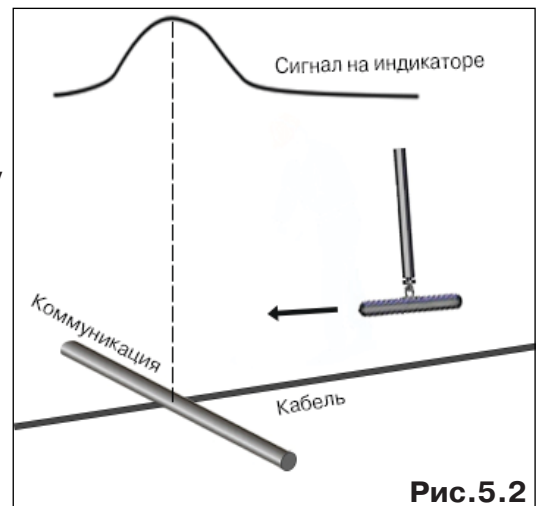

Рис.5.2
2. Включить приемник и провести настройки для «широкой полосы» или «50(60) Гц».
3. Расположить корпус электромагнитного датчика параллельно кабелю (уровень сигнала на индикаторе приемника будет близок к нулю) (рис. 5.2). Провести трассопоиск в соответствии с методом максимума. При прохождении по трассе кабеля место пересечения кабеля с коммуникацией определяют по максимальному сигналу.